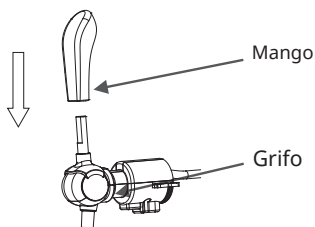

Figura 1
2. Fije el mango del grifo al grifo. Asegúrese de que ambos extremos estén conectados correctamente (consulte la figura 1).